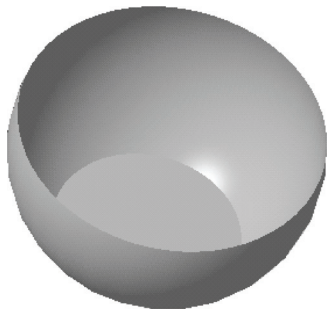

图 10-1 打开模型文件
STEP 01 单击快速访问工具栏中的“打开”按钮，打开模型文件，如图 10-1 所示，在绘图区选择所有的曲面。